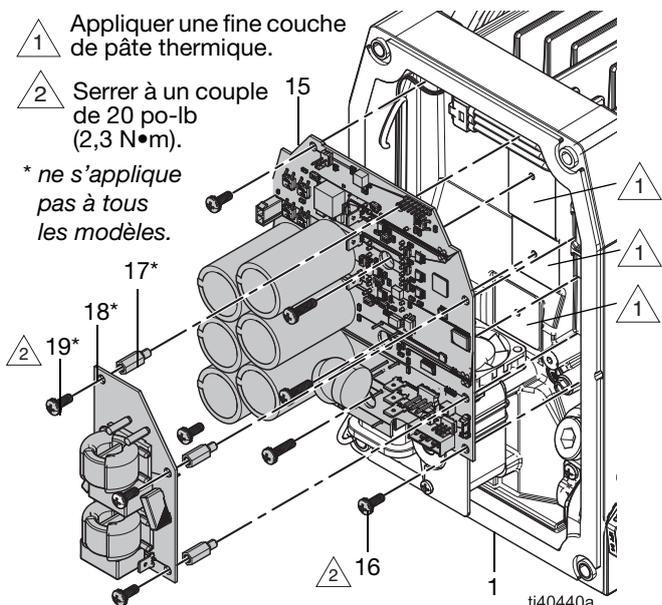

FIG. 11 : Tableau de commande et carte du filtre
Voir FIG. 11.
2. Si nécessaire, appliquer une fine couche de pâte thermique aux endroits indiqués sur la FIG. 11.
3. Tenir les fils à l'écart du boîtier du stator (1) et insérer le tableau de commande (15) dans le boîtier du stator.
4. Maintenir le tableau de commande (15) en place. Simultanément, installer les fixations du tableau de commande (16). Serrer à un couple de 20 po-lb (2,3 N•m).
5. Si nécessaire, installer les espaceurs (17), le panneau de filtre (18) et les fixations (19). Serrer fermement les fixations (19).
6. Si nécessaire, connecter le câble brun d'alimentation de la carte de filtre (18) à L1 et le câble bleu à L2 sur le tableau de commande. Voir les **Schémas électriques**, page 37.
7. Brancher tous les fils du tableau de commande (15) et de la carte du filtre (18, le cas échéant). Voir les **Schémas électriques**, page 37.